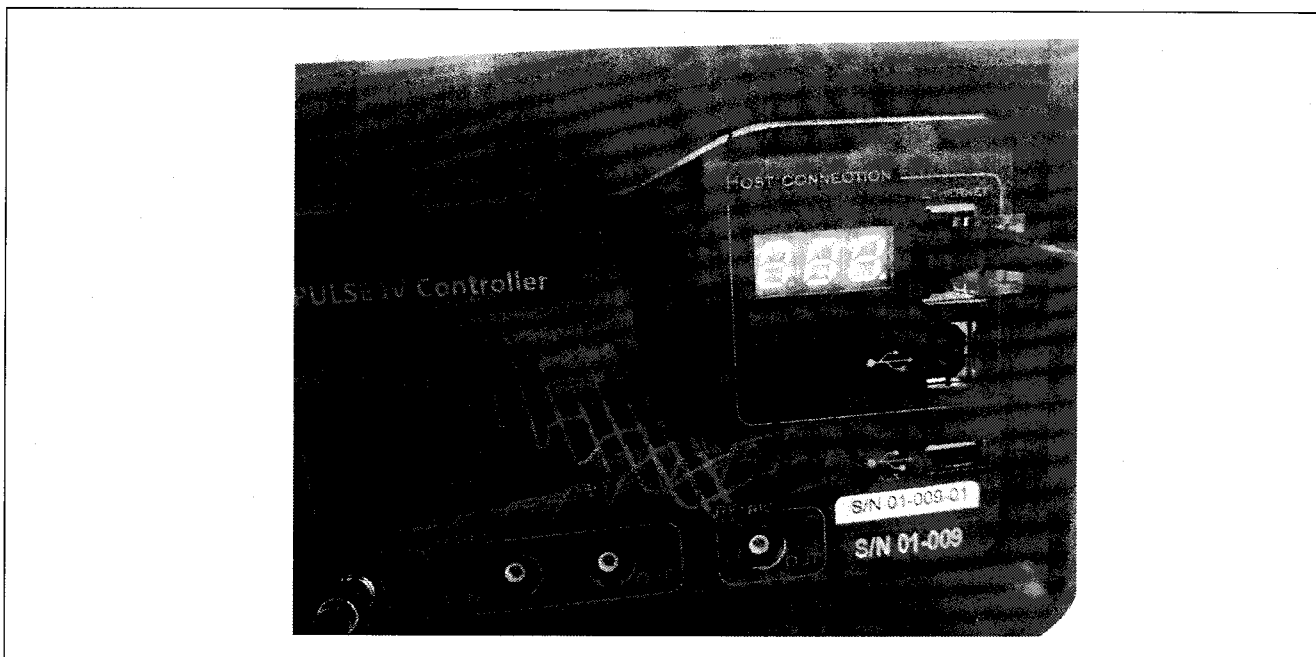

Рисунок 6.2.1 – IP-адрес локальной сети
6.2.7 В сетевых настройках компьютера вписать IP-адрес локальной сети, который индицируется на задней панели установки (рисунок 6.2.1):